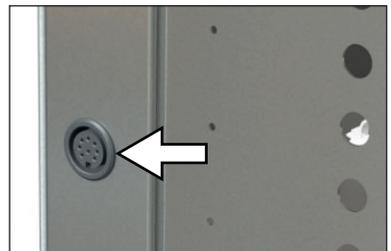

Fig. 8 Salida de conmutación
La salida de conmutación de 8 pines en el poste trasero derecho (Fig. 8) sirve para controlar la bomba de vacío del módulo de bombeo (MB) opcional a través de la estufa de vacío (VO). La salida de conmutación es retro compatible con el contacto de 3 pines de módulos de bombeo más antiguos. Para ello, inserte el cable de 3 pines en el contacto de 8 pines.